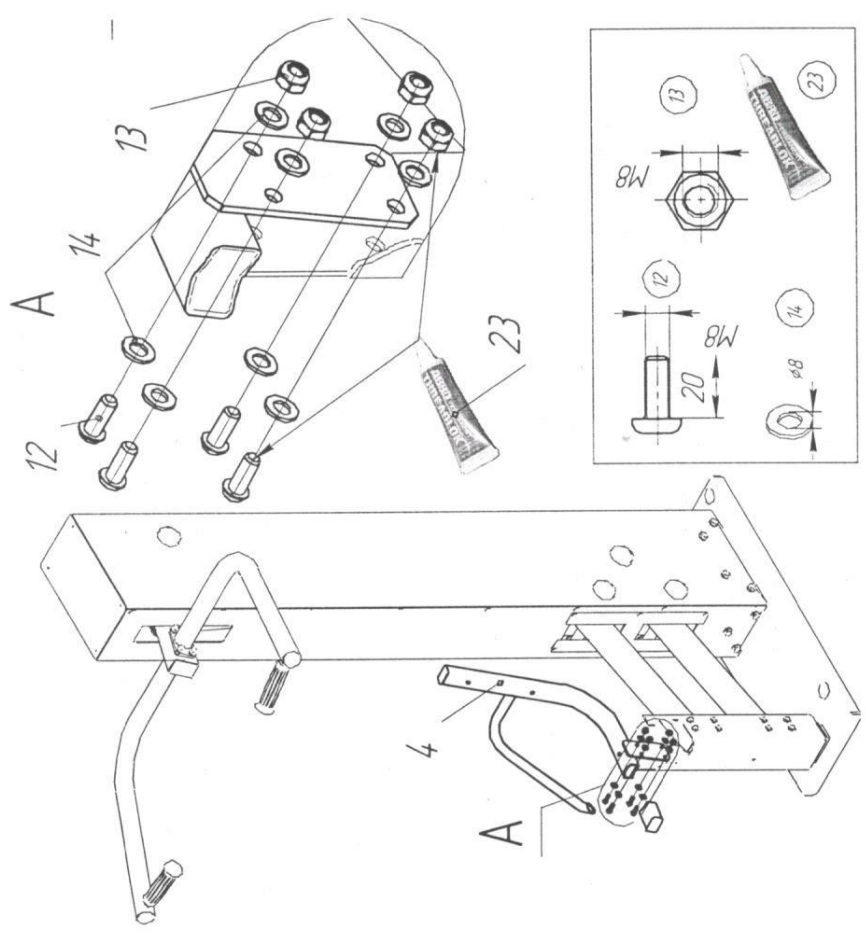

Рис.6
10.3.3.2 Установить сиденье (рис.6, 8, 9)
10.3.3.2.1 Установить кронштейн правый (рис.6) при помощи болтов поз.10, шайб поз.14 и гаек поз.13.